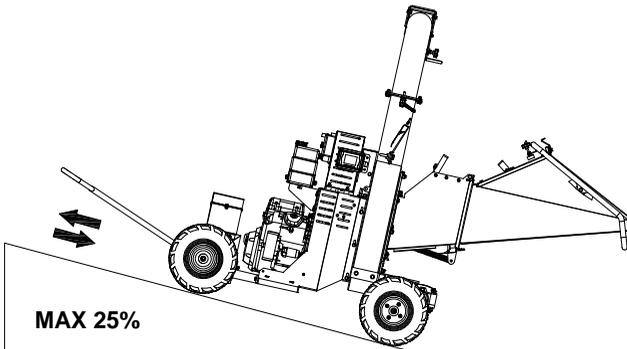

Fig. 13
- Pour les déplacements en montée et en descente, il est conseillé de ne pas dépasser une pente de 25% : opérer avec la machine de façon à ce que la trémie se trouve en aval de la pente comme le montre la figure 13.